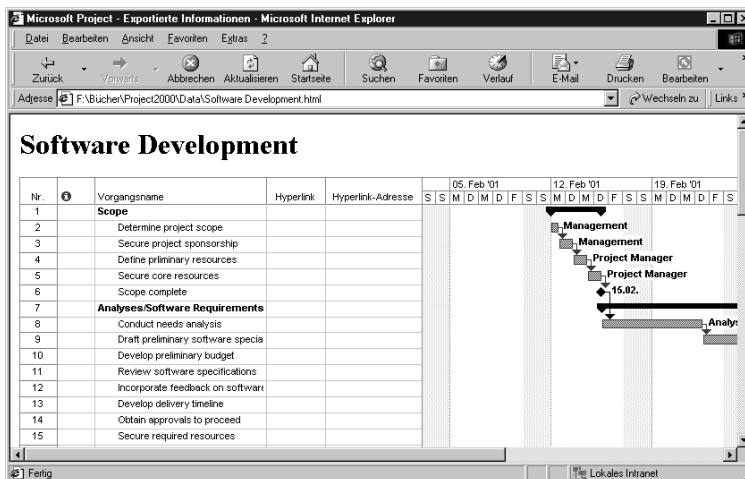

Abbildung 19.19:
11. Öffnen Sie das HTML-Dokument in Ihrem Browser. Sie sehen dann das Balkendiagramm, das auf Ihrer Webseite angezeigt wird (siehe Abbildung 19.19).